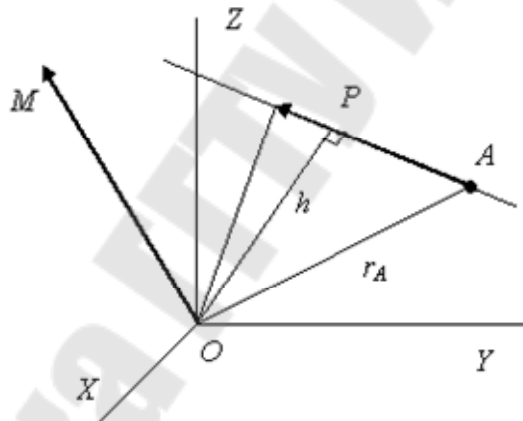

Рис. 7
где \vec{r}_A – радиус-вектор точки A приложения силы \vec{P} . Модуль момента равен произведению силы \vec{P} на плечо h – кратчайшее расстояние линии действия силы до точки O : $M_O(\vec{P}) = P \cdot h$ (рис. 7).
16. Если $h = 0$ (рис. 7).